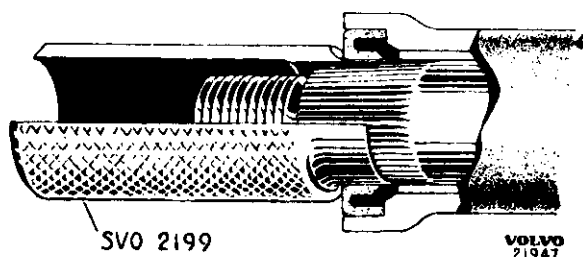

Abb. 38 Lenkrollenwelle einbauen
6. Schutzhülse SVO 2199 lt. Abb. 38 anbringen und die Lenkrollenwelle im Lenkgehäuse einbauen. Einstellschraube in der Lenkrollenwelle mit einigen Tropfen Öl schmieren.